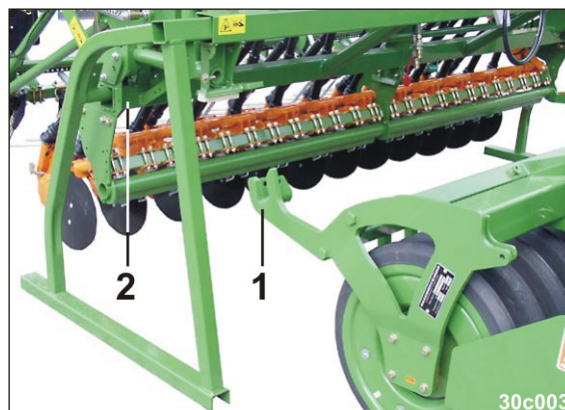

Рис. 109
3. Осторожно заведите захватные гнезда (Рис. 109/1) под квадратной трубой (Рис. 109/2) насадной сеялки.